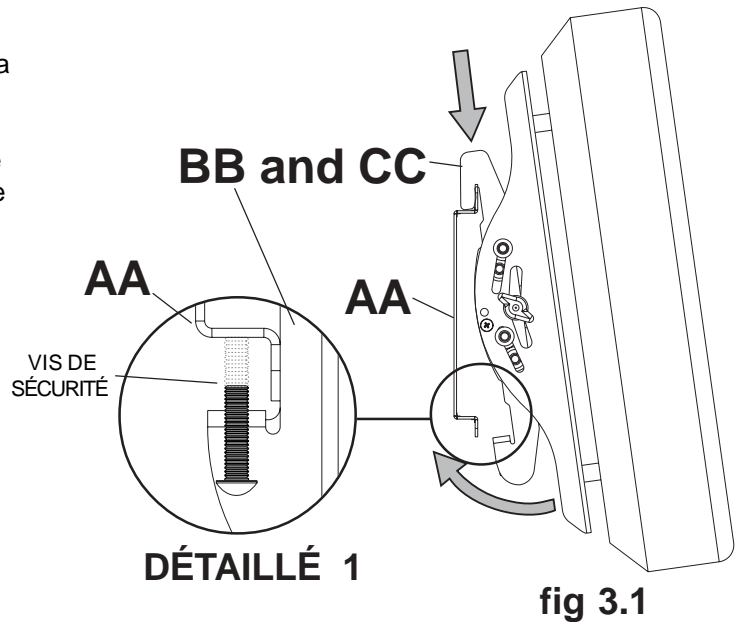

fig 3.1
- 3 Accrochez les supports adaptateurs (**BB** et **CC**) sur la plaque murale (**AA**). Ensuite, faites pivoter lentement l'écran vers l'intérieur, comme illustré. À l'aide de la clé hexagonale (**FF**), tournez les vis de sécurité dans le sens horaire au moins six fois pour empêcher l'écran de se détacher, comme illustré sur le plan détaillé 1 de la figure 3.1.